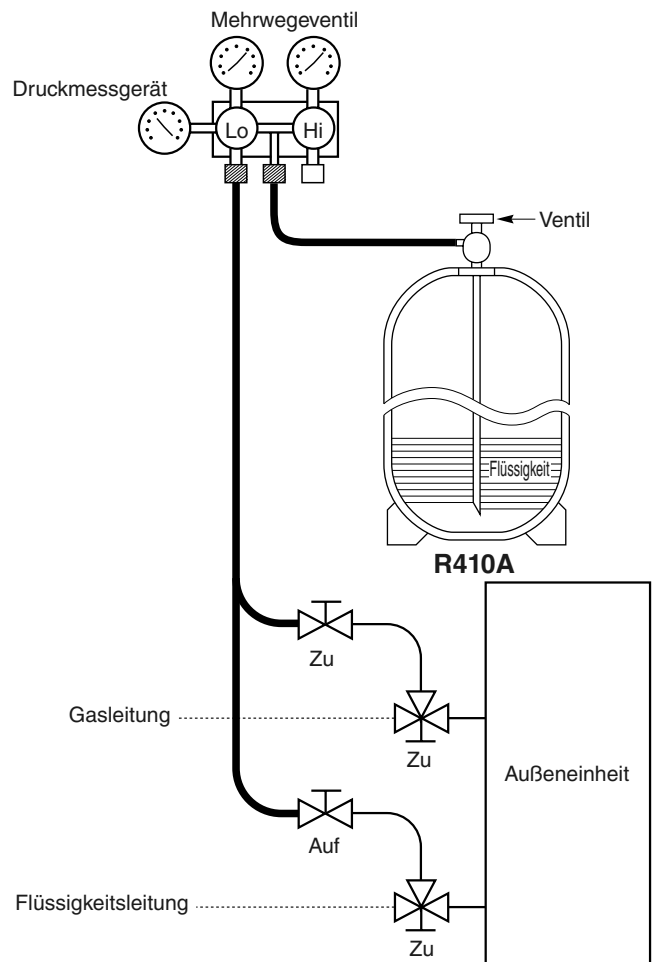

Abb. 8-5
- Einfüllen von zusätzlichem Kühlmittel (berechnet entsprechend der Flüssigkeitsleitungslänge, wie in Abschnitt "1-7 Zusätzliche Kühlmittelbefüllung" beschrieben) am Wartungsventil an der Flüssigkeitsleitung. (Abb. 8-5)